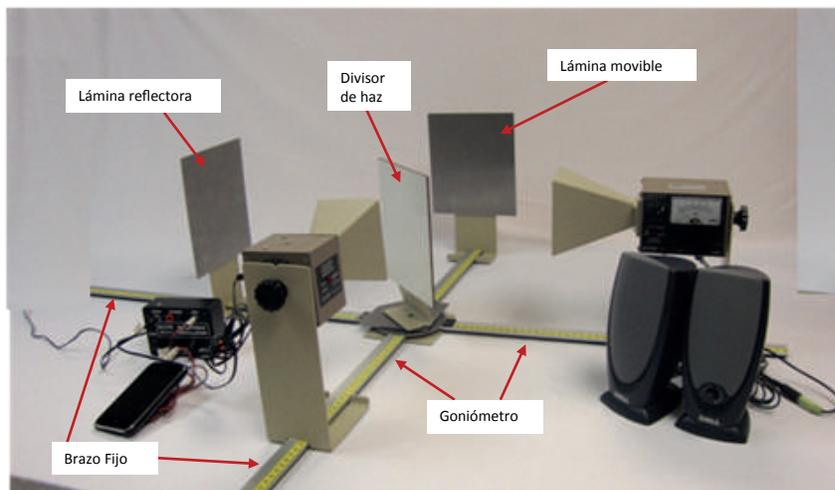

Figura 9.10. Interferencia de una señal de audio
m) Coloque de acuerdo a la figura 9.10: